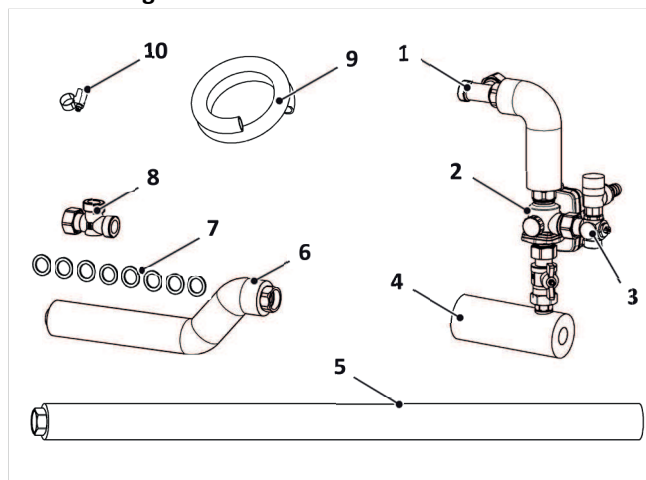
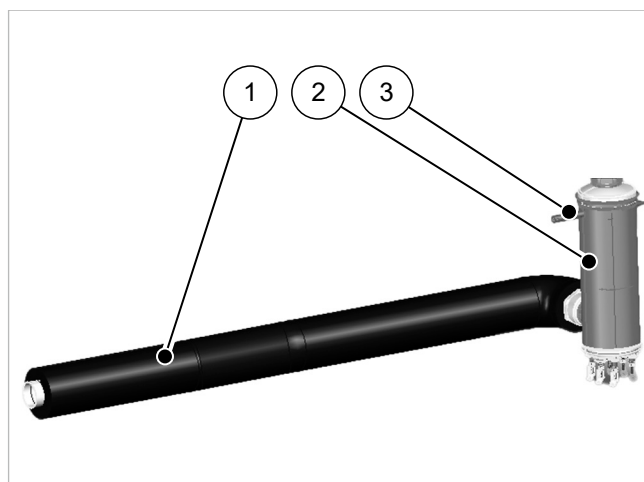

Abb. 1: Montagepack LM WP / WP-SL 3-W Ventil
Abb. 6: Heizpatrone mit WP-Vorlaufrohr
Zur Identifizierung der Teile siehe auch → Abb. 1, S. 8.
Bei der Kombination des SolvisMax Solo mit der SolvisPia, SolvisMia oder SolvisLea Eco ist in den Lademodulen PIA-SL bzw. WP-SL zusätzlich die mitgelieferte Heizpatrone (HPT) in den Wärmepumpen-Vorlauf zu integrieren. Dieser „Montagepack LM WP-SL HPT“ (→ Abb. 6) ersetzt hier das „Anschlussrohr WP-VL“, vgl. → Abb. 1 (5).